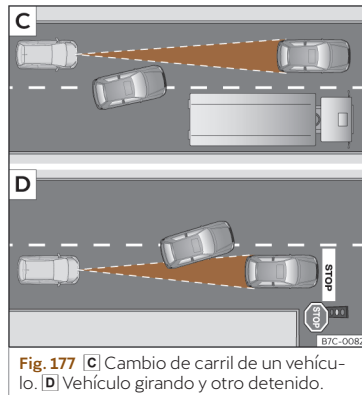

Fig. 177 C) Cambio de carril de un vehículo. D) Vehículo girando y otro detenido.
- Vehículos que cambien al carril por el que usted circula a poca distancia de su vehículo»» fig. 177 [C].
El ACC puede no reaccionar ante vehículos detenidos. Si, p.ej., un vehículo detectado por el ACC gira o se aparta y delante del mismo se encuentra un vehículo detenido, el ACC no reaccionaría ante este último»» fig. 177 [D].